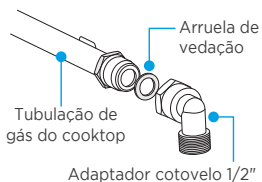
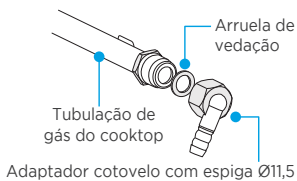

Fig. 1
Fig. 2
**A preparação para instalação do cooktop a gás pode ser realizada de duas maneiras:** utilizando o adaptador cotovelo com espiga (Fig. 1) ou utilizando o adaptador cotovelo 1/2" (Fig. 2).